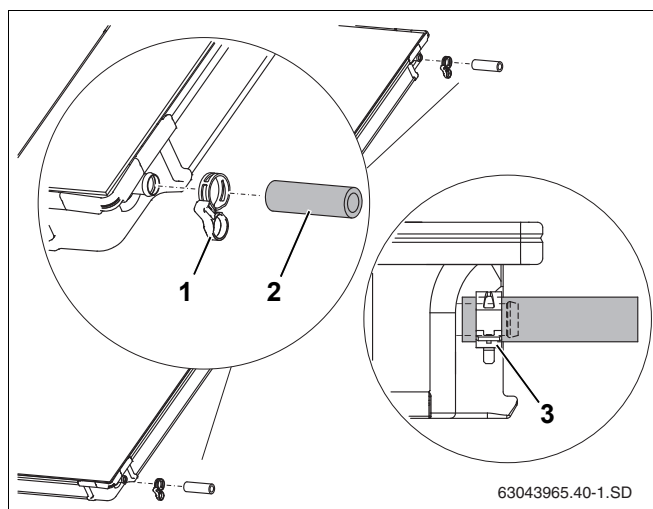

Рис. 42 Предварительный монтаж соединительного комплекта на втором коллекторе
- ▶ Надвиньте шланги 95 мм (рис. 42, поз. 2) на правые штуцеры второго и всех следующих коллекторов.
- ▶ Надеть пружинные хомуты (рис. 42, поз. 1) на шланг солнечного коллектора (второй хомут будет потом фиксировать подключение другого коллектора).
- ▶ Если пружинный хомут установлен правильно, то нужно потянуть фиксирующее кольцо для фиксации соединения (рис. 42, поз. 3).